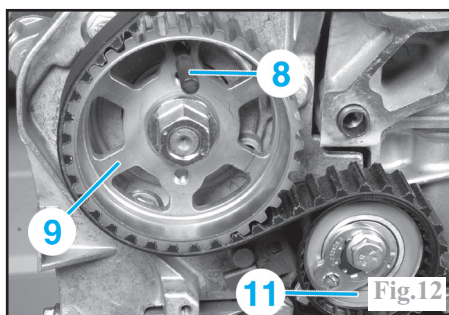

Fig.12
Introduire la pîge (Ø 5 mm) (8) dans la roue dentée de la pompe haute pression (9) (outil réf. (-).0194.A) (Fig.12).